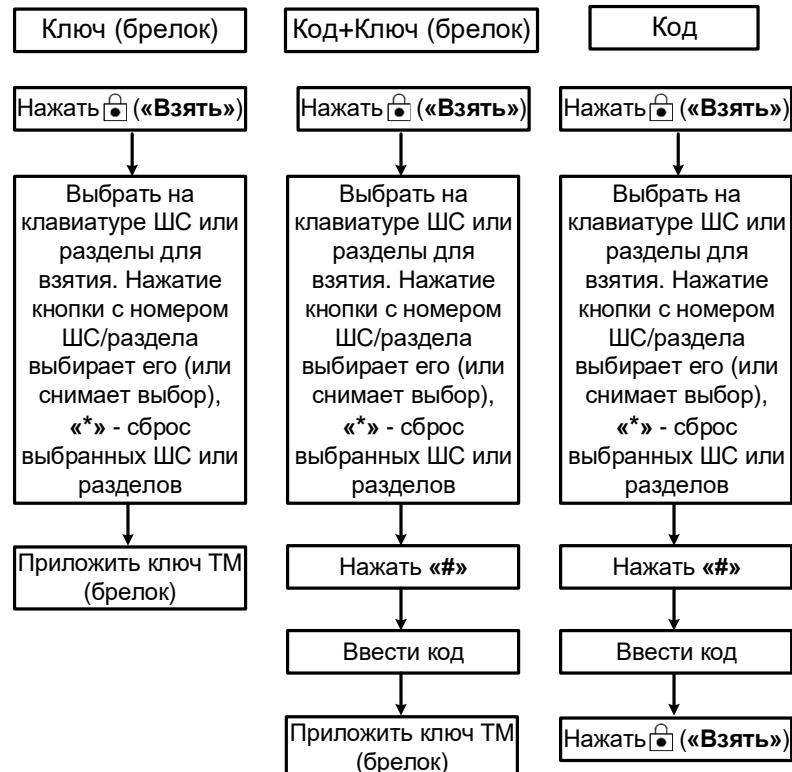

Рисунок 25 – Постановка под охрану с выбором ШС или разделов Снятие с охраны при работе со шлейфами
- Если необходимо поставить под охрану ШС с выбором (как полное, так и частичное взятие), следует (см. рисунок 25):